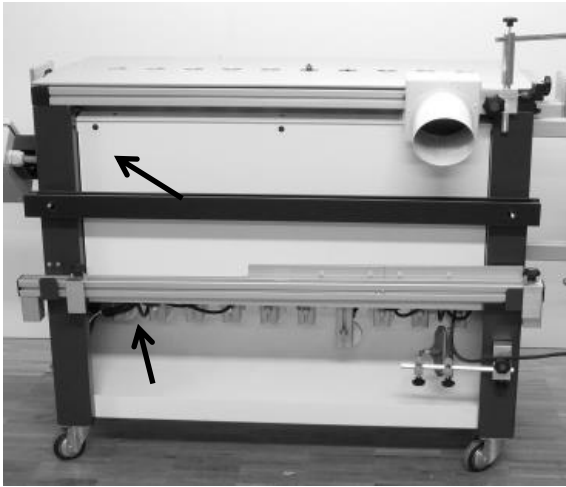

Bild 12
1. die 6 Schrauben der hinteren Maschinenabdeckung lösen (Bild 12)